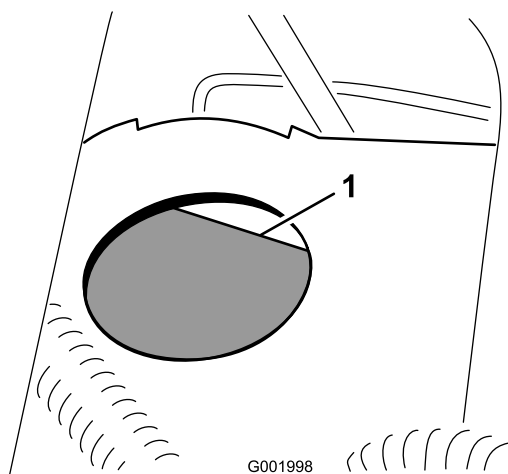

Figure 61
- Le niveau de liquide doit atteindre le repère maximum sur le réservoir (Figure 61).